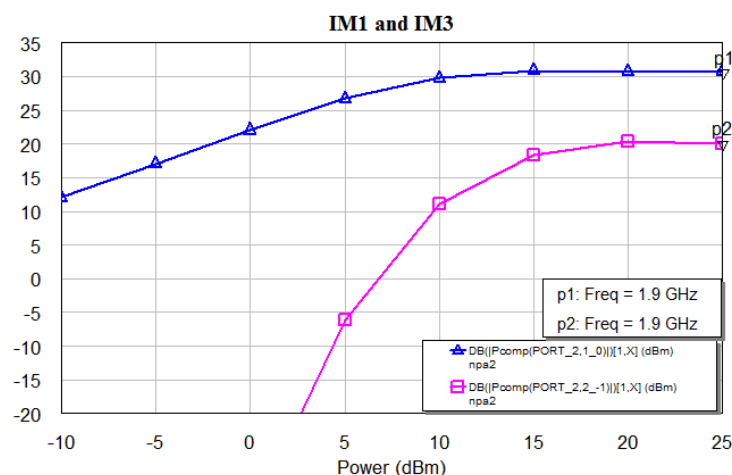

Рис. 6.5. Результаты анализа зависимости сигнала на основной частоте и интермодуляционной составляющей от входной мощности
5.6.1. Для этого выбрать команду «Analyze» в меню «Simulate». Графики с расчетными характеристиками появится на экране (см. рис. 6.5, 6.6).